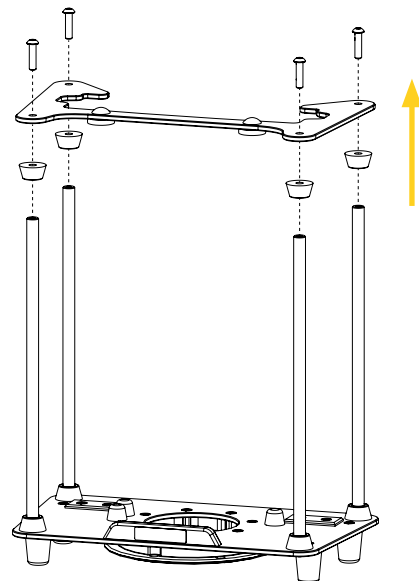

Figure 8: Retrait de la plaque supérieure
2. Localiser et retirer les quatre (4) vis à tête cylindrique à six-pans creux 1/4 po-20 X 1 po, la plaque supérieure et les quatre (4) embouts situés aux extrémités des tiges à l'aide d'une clé hexagonale 5/32 po (Figure 8), puis les mettre de côté temporairement.